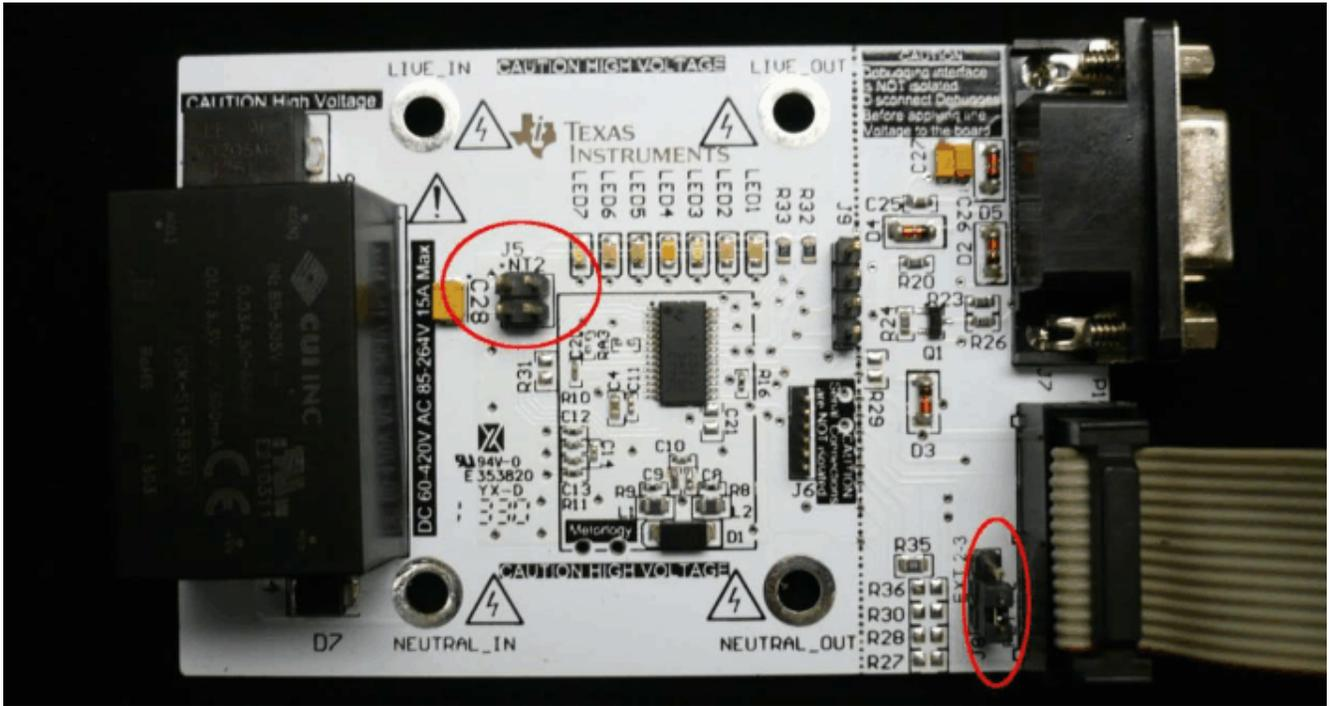

图 9-8. 连接 EVM 和 FET
10. 确保 J8 上的跳线正确短接。通过一条扁平电缆将 14 引脚连接器 P1 连接到 MSP-FET430UIF，如图 9-8 所示。